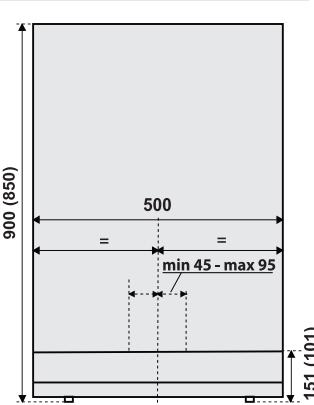

рис. 2
- Із системою **GentleClose** поверніть петлі назад на 90° (рис. 2)
Будь ласка, зверніться до рис. 2, що ілюструє розміри вбудованого приладу зі встановленим кутовим кронштейном і повністю втягнутими регульованими ніжками.
- Олівцем позначте середину приладу на стіні через отвір в нижній частині приладу. Потім зробіть іще одну позначку на відстані від 45 до 95 міліметрів правіше від середини (рис. 2).